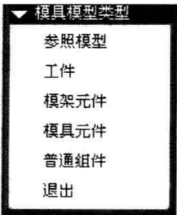

图 1-4 模具模型类型
(1) 单击“模具模型”菜单中的“装配”，打开如图 1-4 所示的“模具模型类型”菜单。